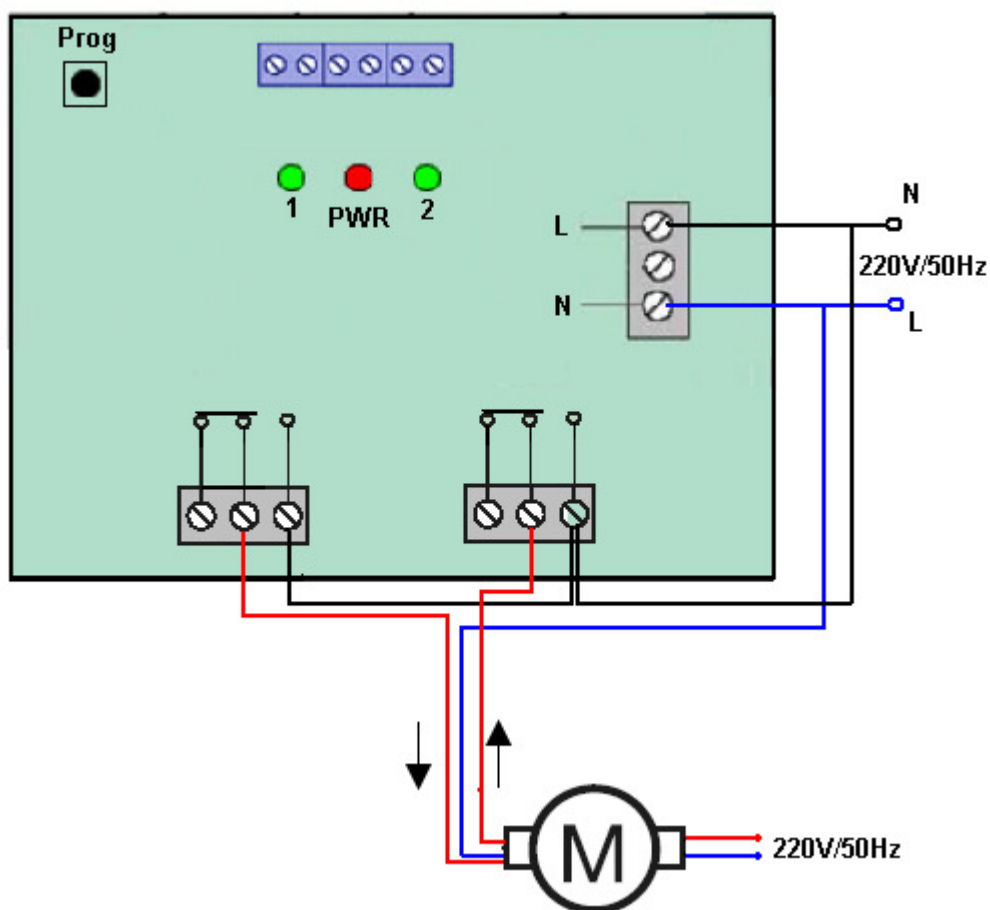

Рисунок 1. Схема подключения устройства AXICO AR110
- С нижней стороны платы находятся два клеммника, через которые подключается цепь нагрузки (см. рисунок 1).
- Питание подключается через клеммник, расположенный с правой стороны платы (см. рисунок 1).